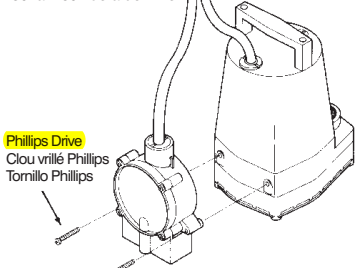

Figure 1
1. For installation on the Little Giant 5-MSP pump, refer to Figure 1. Attach the RS-5LL directly to the 5-MSP housing using the two Phillips drive screws provided, as shown in Figure 1. Use the cable ties provided to secure the power cords together. To ensure proper operation of pump and switch, place pump on a solid surface in water at least 3/4" deep.
1. Consulter la Figure 1 pour l'installation de la pompe 5-MSP de Little Giant. Fixer le RS-5LL directement au boîtier de la pompe 5-MSP à l'aide des deux clous vissés Phillips fournis, tel qu'indiqué à la Figure 1. Utiliser les attaches de câble fournies pour fixer les cordons d'alimentation ensemble. Pour s'assurer du bon fonctionnement de